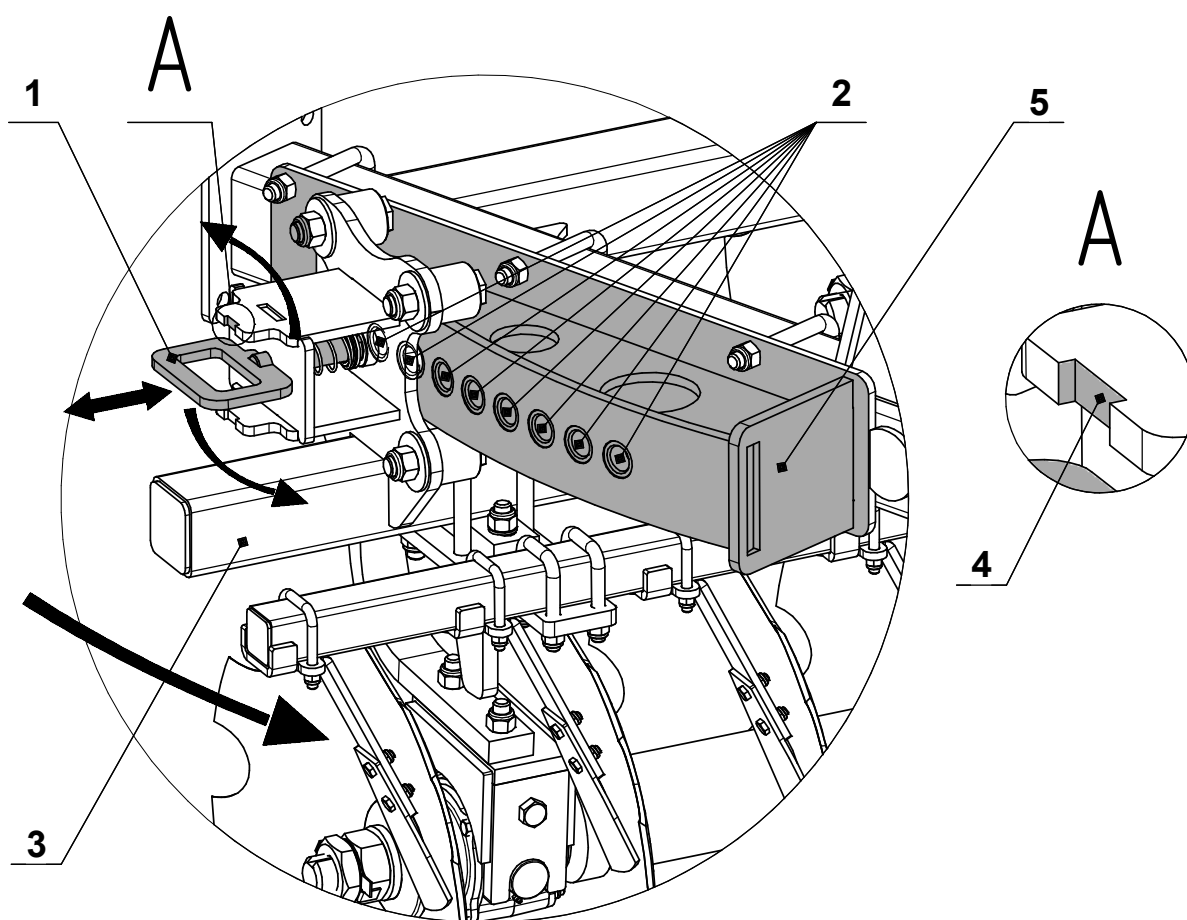

Рис.4-Регулировка углов атаки дисковых батарей бороны тяжелой дисковой "TORNADO -7000"
Угол дисковой батареи устанавливается путем поворота балки **поз.3 (рис.4)** и установки пальца с рукояткой **поз.1 (рис.4)** в нужное отверстие (расположенны с шагом 3 градуса), соответствующие необходимому углу, в кронштейнах регулировки угла **поз.2 (рис.4)**, расположенных по бокам рамы и крыльев агрегата с левой и правой стороны.
Регулировка углов атаки дисковых батарей осуществляется с помощью пальца с рукояткой **поз.1 (рис.4)**. Для регулировки по обеим сторонам крыльев и рамы предусмотрены кронштейны регулировки угла атаки **поз.5 (рис.4)** с 8-ю отверстиями **поз.2 (рис.4)**
1. Оттяните палец с рукояткой **поз.1 (рис.4)** и поверните, зафиксировав в пазу **4 (рис.4)**.
2. Поверните балку **поз.3 (рис.4)** до необходимого угла.
3. Оттяните палец с рукояткой **поз.1 (рис.4)**, расфиксируйте из паза **4 (рис.4)** и поверните, зафиксировав в отверстии, соответствующем необходимому углу, которое расположено в кронштейне угла атаки **поз.2 (рис.4)**.